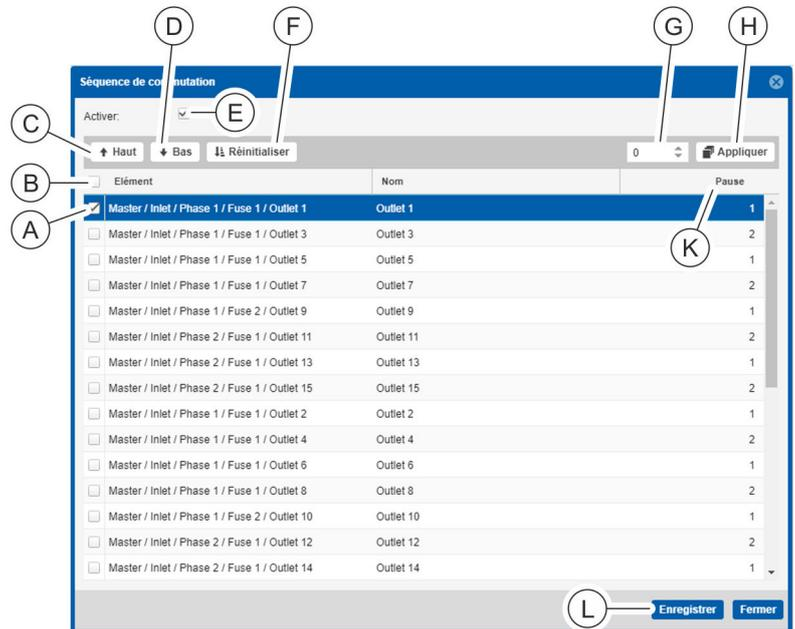

Fig. 145 : Configurer la séquence de commutation
1. Avec le menu « Configuration » → « Séquence de commutation », ouvrir le masque « Séquence de commutation » (Fig. 145).
2. Si besoin, sélectionner la case à cocher « Activer » pour activer la séquence de commutation (Fig. 145 / E).
3. ▶ Trier les prises dans l'ordre désiré. Pour ce faire, sélectionner les prises à l'aide de la case à cocher (Fig. 145 /Ⓐ) et les déplacer à l'aide des touches « Haut » (Fig. 145 /Ⓢ) et « Bas » (Fig. 145 /Ⓣ) ou par glisser-déposer.
4. ▶ Si nécessaire, définir un temps d'attente pour les différentes prises, qui démarre après la commutation des prises. Pour ce faire, sélectionner une prise dans la liste et entrer le temps d'attente souhaité en secondes dans le champ sélectionné de la colonne Pause (Fig. 145 /Ⓚ).
5. ▶ En cas de sélection multiple dans le champ de saisie (Fig. 145 /Ⓢ), indiquer un temps d'attente en secondes et le reprendre à l'aide du bouton « Appliquer » (Fig. 145 /Ⓛ).
- ⇒ Le temps d'attente réglé est indiqué dans la colonne « Pause » (Fig. 145 /Ⓚ).
6. ▶ Si besoin, cliquer sur la touche « Réinitialiser » (Fig. 145 /Ⓡ) pour trier de nouveau la liste des prises et réinitialiser le temps d'attente.
7. ▶ Appuyer sur le bouton « Enregistrer » (Fig. 145 /Ⓡ) pour enregistrer le réglage.